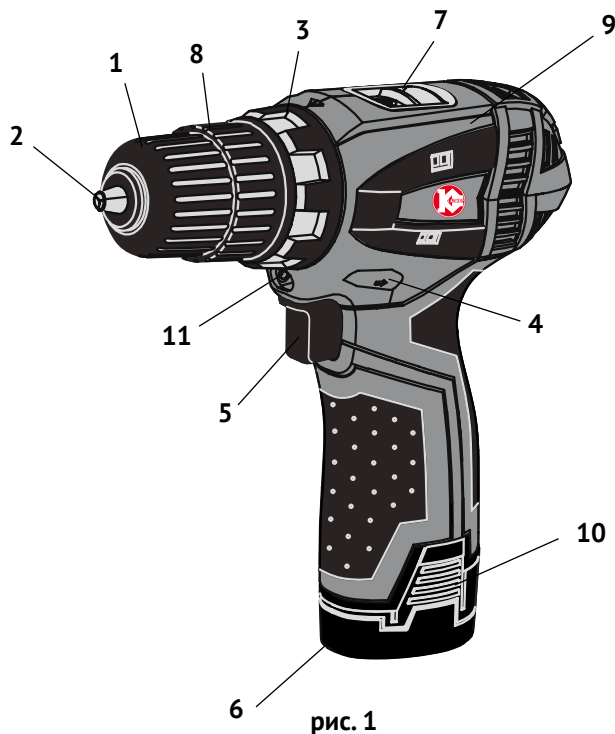

рис. 1
1.6 Общий вид дрели представлен на рис.1
1.7 Механизм дрели расположен в обрезиненном пластиковом корпусе (рис.1 поз.9), состоящем из двух частей: правой и левой. Он состоит из электродвигателя постоянного тока и редуктора с планетарным 2-х скоростным механизмом. В нижней части корпуса, выполненного в форме рукоятки, находится выключатель и разъём для присоединения аккумуляторной батареи.
1.8 Клавиша выключателя (рис.1 поз.5) расположена в передней части рукоятки. При нажатии на клавишу включается двигатель дрели. Усилие, приложенное к клавише, изменяет скорость вращения двигателя. При запуске двигателя автоматически включается светодиодный фонарь (рис.1 поз.11), обеспечиваю-
Над клавишей выключателя находится переключатель реверса (рис.1 поз.4), пластинчатой конструкции. В нейтральном положении он выполняет функцию блокиратора клавиши от случайного включения. Стрелками на торцах пластины, указывает направление вращения патрона.
1.10 В передней части корпуса расположено кольцо регулировки (рис.1 поз.3). Это кольцо фиксирует одну из 18-и, позиций предельного момента затяжки, при работе дрелью, как шуруповёртом, или переключает редуктор в режим сверления – символ «сверло».
Внимание! Перед установкой/извлечением аккумуляторной батареи отключить инструмент, установив переключатель направления вращения (рис.1 поз.4) в среднее положение (блокировка клавиши выключателя).
- для извлечения батареи из дрели нажать клавишу фиксации (рис.1 поз.10) аккумуляторной батареи и извлечь её из рукоятки, вытягивая вперёд, к патрону.
- установить переключатель направления вращения (рис.1 поз.4) в положение блокировки клавиши выключателя;
- удерживая кольцо патрона (рис.1 поз.8) одной рукой, другой вращать переднюю часть патрона (рис.1 поз.1) против часовой стрелки до разведения кулачков патрона (рис.1 поз.2) на расстояние, необходимое для установки ра-
- удерживая кольцо патрона (рис.1 поз.8) одной рукой, другой вращать переднюю часть патрона (рис.1 поз.1) по часовой стрелке до фиксации рабочего инструмента кулачками патрона;
- для включения дрели необходимо нажать и удерживать клавишу выключателя (рис.1 поз.5);
- в среднем положении переключатель направления вращения (рис.1 поз.4) блокирует клавишу выключателя, исключая случайное включение дрели;
2.2.5 Функции регулировочного кольца (рис.1 поз.3):
На регулировочное кольцо (рис.1 поз.3) нанесены символы: от «1» до «18» - 18 фиксированных положений предельного момента затяжки и символ «дрель». Выставление нужного режима работы осуществляется совмещением соответствующего символа со стрелкой на корпусе дрели.
- выставив ползунком переключателя (рис.1 поз.7) диапазон 1(L) получаем при низком числе оборотов (350 об/мин) высокий показатель крутящего момента. Этот режим применяется при закручивании шурупов, винтов, саморезов и болтов больших размеров;
- при установке диапазона 2(H) получаем максимальное число оборотов (1350 об/мин), но меньший показатель крутящего момента. При данном режиме работаем в режиме сверления или закручивания/выкручивания мелкого крепежа.
- повернуть кольцо регулировки (рис.1 поз.3) в положение «сверло»;